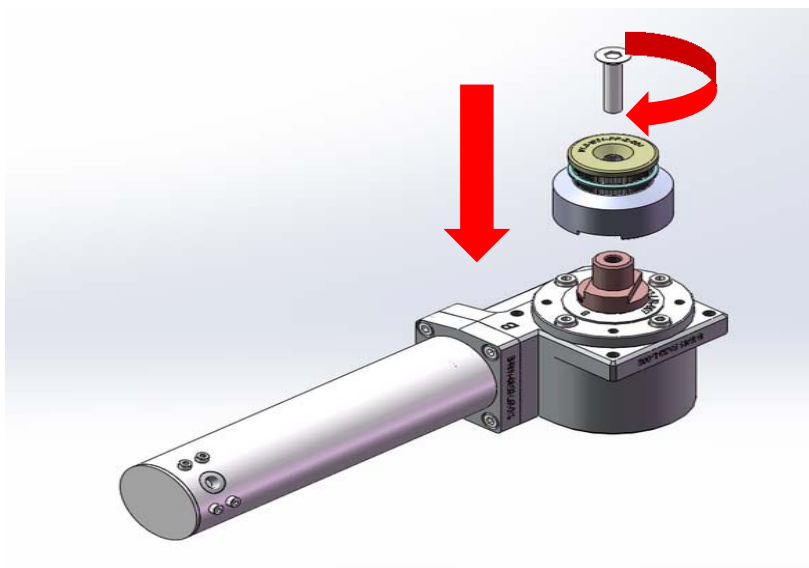

图 25-驱动组与电机组装
2. 按第一步安装后，将驱动组对准电机转轴，顺时针锁紧 M6*30 内六角沉头螺丝（⑦），使得驱动组与电机转轴紧密组合。（图 25）。